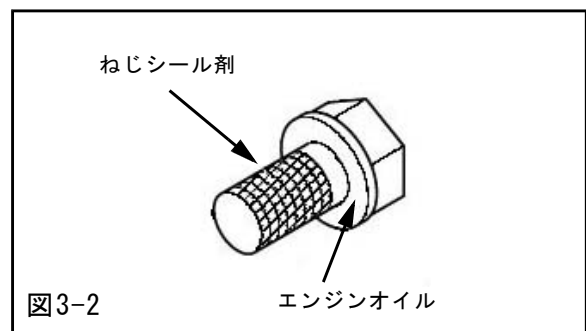

図3-2
- (2)フライホイールボルト座面にエンジンオイルを少量塗布し、ねじ部にシール剤（スリーボンド1324又は相当品）を塗布してください。（図3-2）